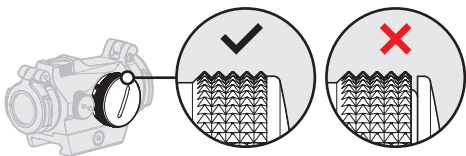

Fig. 6 Le compartiment pile avec son couvercle
Nettoyez les surface de contact à l'intérieur du compartiment pile et vérifiez que la pile (7) fonctionne et qu'elle a été mise en place conformément aux instructions détaillées en 2.1.1. Vérifiez qu'il n'y a **aucun** jeu entre le couvercle de la batterie (6) et le compartiment. Voir Fig. 6. Si le commutateur rotatif (8) est défectueux, contactez le revendeur / l'armurier.